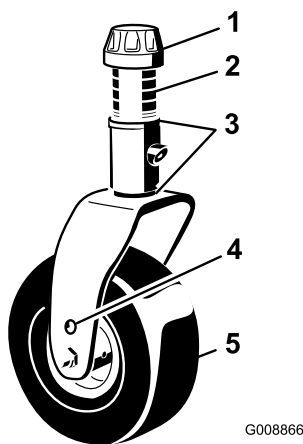
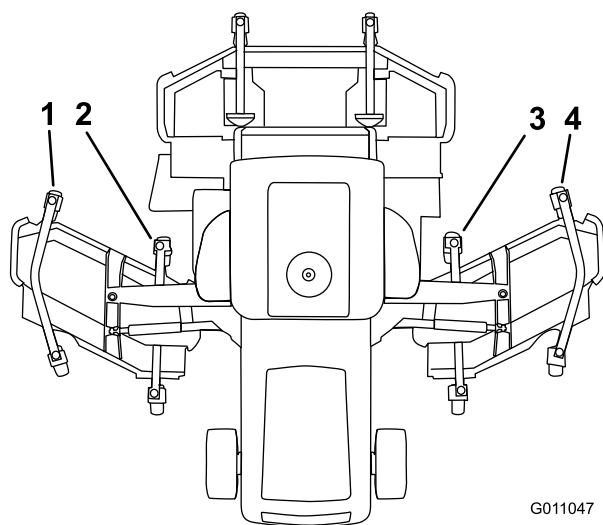

Bild 33
Bild 34
3. Entfernen Sie, wenn die innere Schnittkante des seitlichen Mähwerks im Verhältnis zur äußeren Kante des vorderen Mähwerks zu hoch ist, eine 3 mm Beilagscheibe von der Unterseite des vorderen inneren Laufradarms am seitlichen Mähwerk (Bild 33 und Bild 34). Prüfen Sie den Wert zwischen den äußeren Kanten beider seitlichen Mähwerke sowie der inneren Kante des seitlichen Mähwerks und der äußeren Kante des vorderen Mähwerks.
4. Entfernen Sie, wenn die Innenkante weiterhin zu hoch ist, eine weitere 3 mm Beilagscheibe von der Unterseite des vorderen inneren Laufradarms des seitlichen Mähwerks **und** eine 3 mm Beilagscheibe vom vorderen äußeren Laufradarm des seitlichen Mähwerks (Bild 33 und Bild 34).
5. Fügen Sie, wenn die innere Kante des seitlichen Mähwerks im Verhältnis zur äußeren Kante des vorderen Mähwerks zu tief ist, eine 3 mm Beilagscheibe an der Unterseite des vorderen inneren Laufradarms am seitlichen Mähwerk ein (Bild 33 und Bild 34). Prüfen Sie das Maß zwischen den äußeren Kanten beider seitlichen Mähwerke sowie der inneren Kante des seitlichen Mähwerks und der äußeren Kante des vorderen Mähwerks.